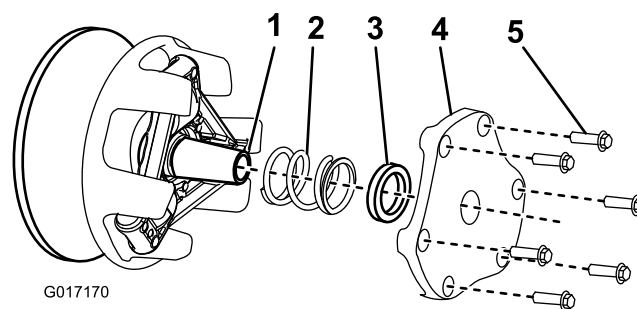

Figura 34
3. Retire los 6 pernos con arandela prensada que sujetan la tapa del embrague. Aparte la tapa, el espaciador y el muelle (Figura 34).